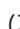

Afbeelding 6
2. Druk op de relevante kookzone selectieknop. Het  pictogram verschijnt in de relevante kookzone de eerste maal u het aanraakt. (Zie Afb. 6)